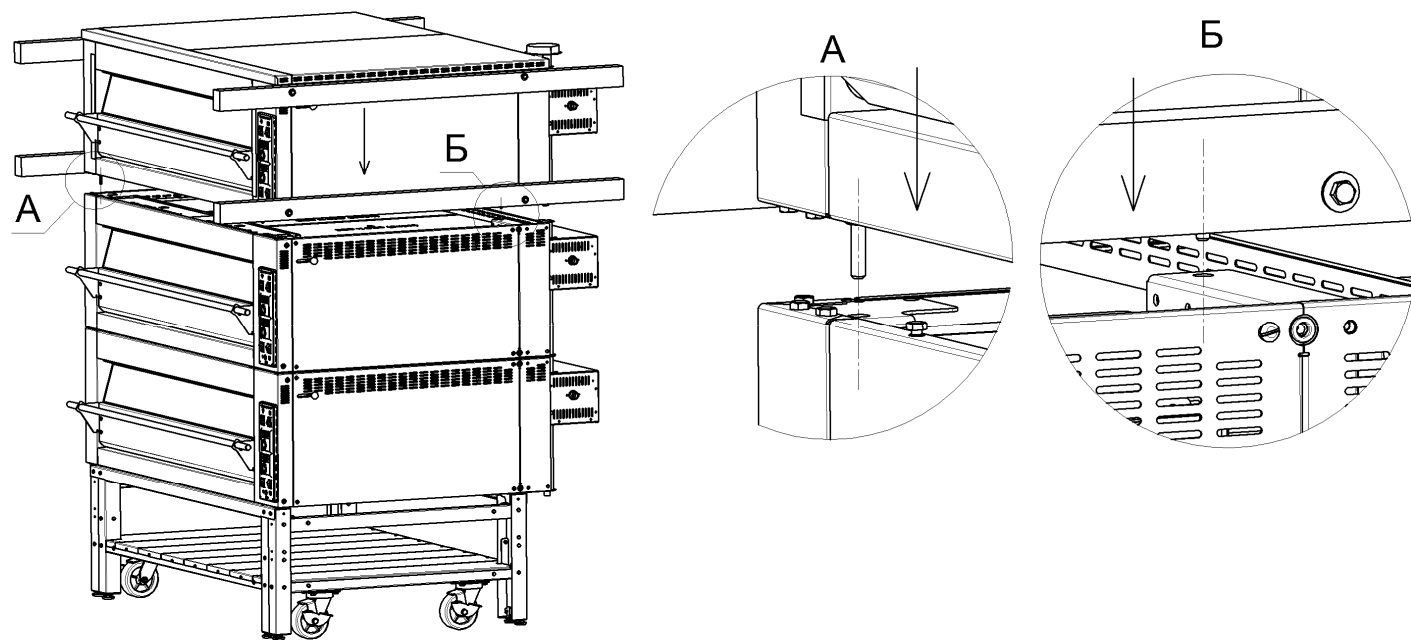

Рис.12
3. Поднять печь ППЭ 1240п (с крышкой) за брусья и установить, в качестве верхней секции, на среднюю секцию печи так, что бы концы 4-х шпилек М8 на углах печи попали в отверстия на средней секции, как показано на рис.12, затем отвернуть болты М8 (ключ на «13»), крепящие брусья к печи, и снять брусья с печи: